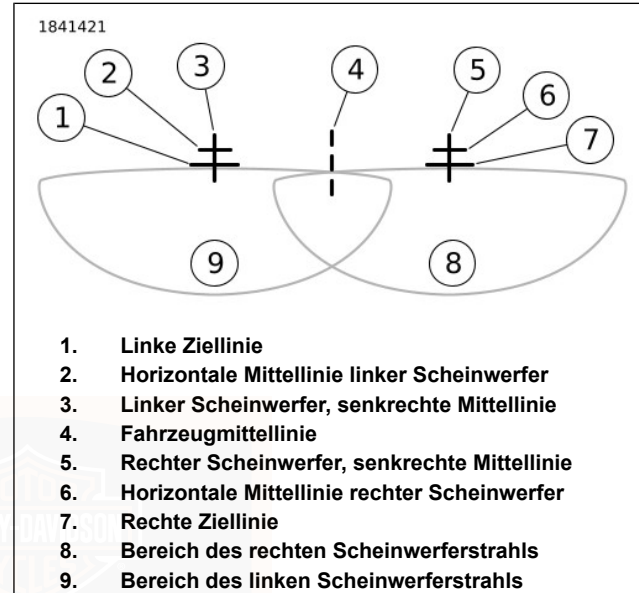

Abbildung 153. Scheinwerferstrahlmuster: Doppel-LED
10. Siehe Abbildung 153. Eine horizontale Linie an der berechneten horizontalen Mittellinie (5, 8) jedes Scheinwerfers zeichnen.
4. Siehe Abbildung 153. Den rechten Scheinwerfer abdecken. Den linken Scheinwerfer so einstellen, dass sich der obere Teil des linken Lichtstrahls (9) in der Mitte unterhalb der linken Ziellinie (1) befindet.
5. Rechten Scheinwerfer abdecken. Den rechten Scheinwerfer so einstellen, dass sich der obere Teil des rechten Lichtstrahls (8) in der Mitte unterhalb der rechten Ziellinie (1) befindet.